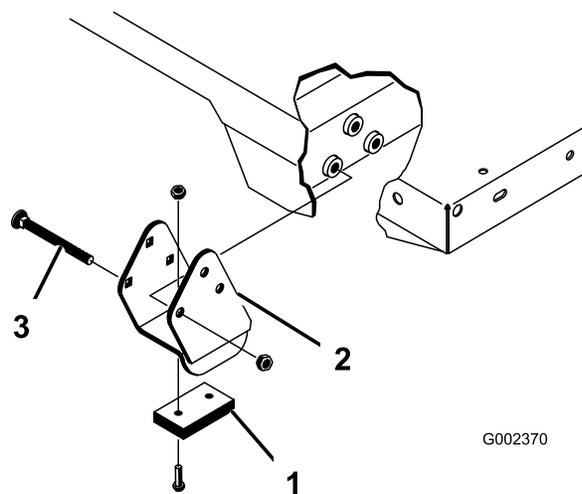

Рисунок 36
- Аккуратно установите кузов на раму автомобиля, совместив отверстия в задней шарнирной плите кузова с отверстиями в заднем швеллере рамы, и установите два шплинтуемых штифта и шплинты (Рисунок 36).
- Вставьте шплинтуемый штифт с наружной стороны кузова, при этом шплинт должен находиться снаружи (Рисунок 36).
**Примечание:** Убедитесь в том, что распорные кронштейны и износные колодки (Рисунок 36) установлены на свои места так, чтобы головки каретных болтов находились внутри машины.